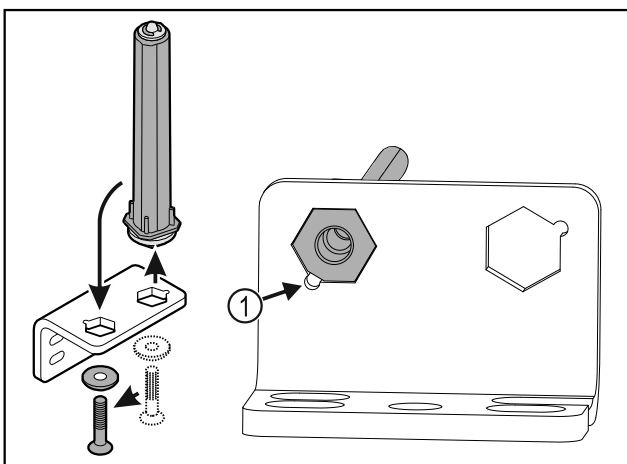

Fig. 19
- ▶ Darauf achten, dass beim Einsetzen die Bolzenabschrägung Fig. 19 (1) zum runden Loch zeigt.